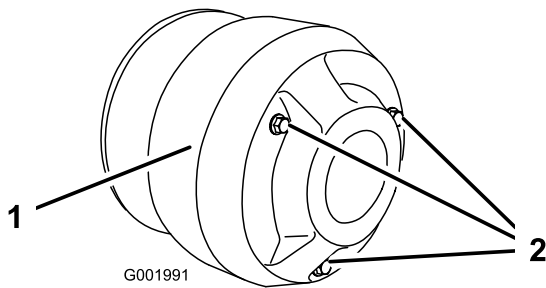

Figura 54
4. Retire los 3 pernos que fijan la cubierta al embrague, y retire la cubierta (Figura 54).